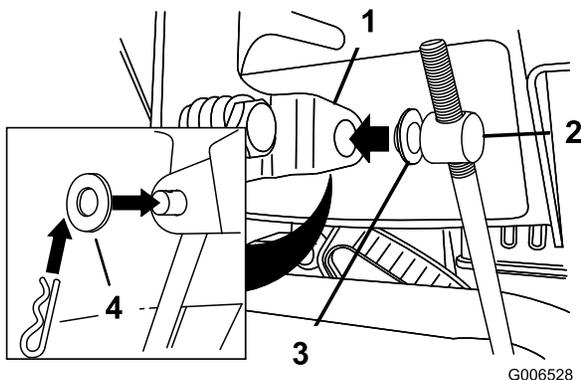

Figure 5
3. Placez une rondelle plate sur le tourillon (Figure 5).
6. Soulevez la tige de commande de vitesses et insérez le tourillon dans le trou du levier sélecteur de vitesses (Figure 5).
- B. Désaccouplez le tourillon du sélecteur de vitesses (Figure 5).
- C. Tournez le tourillon vers le haut (sens anti-horaire) sur la tige de commande de vitesse (Figure 5).
- D. Accouplez le tourillon au sélecteur de vitesses (Figure 5).
- C. Tournez le tourillon vers le bas (sens horaire) sur la tige de commande de vitesse (Figure 5).